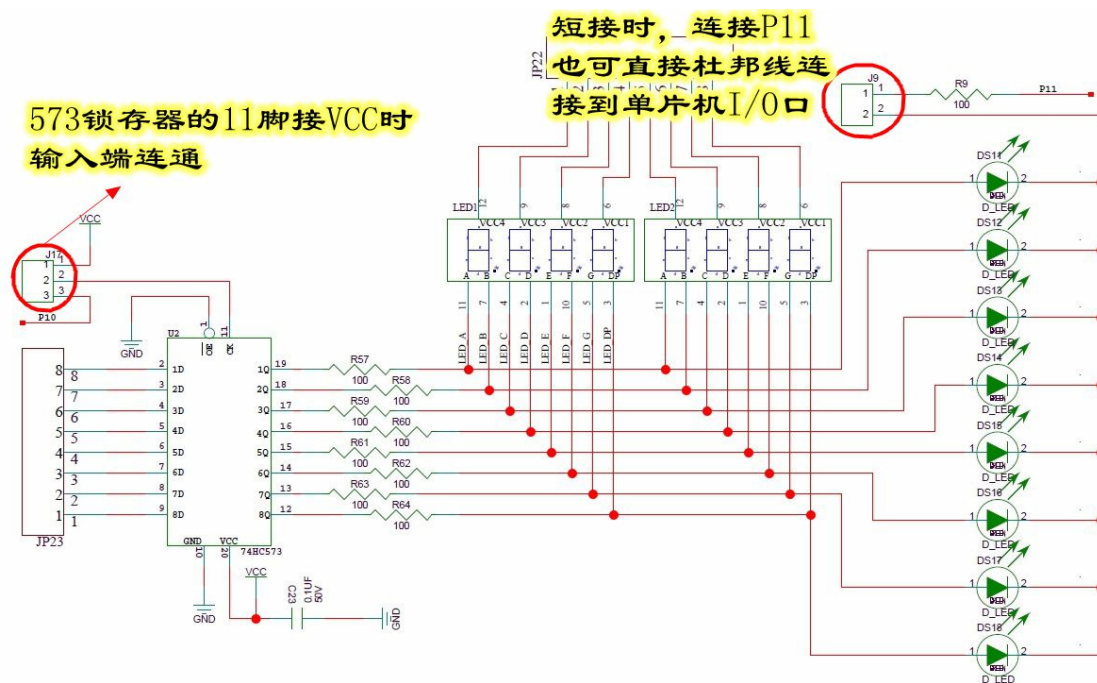

图 3-103 锁存器控制 LED 功能原理图
3. P1.1 连接了所有 LED 灯端的阴极, 程序中将 P1.1 置成低电平, 然后用 P0 的 8 个管脚对 LED 灯的阳极输出高电平, 就可以点亮 LED 灯。原理图如下图 3-103 所示: